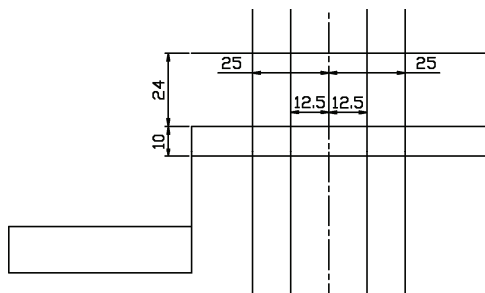

图 3-39 偏移
5) 执行“偏移”命令(o), 将第 3 步向上偏移 48 的水平线向下偏移 10, 向上偏移 24。将第 3 步偏移 45 的竖直线向左右各偏移 12.5 和 25, 并将他们转换为粗实线, 如图 3-39所示。